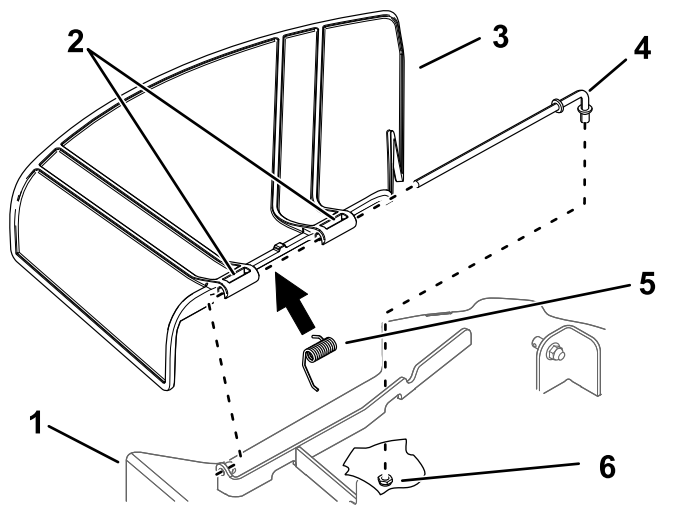

Figura 75
1. Togliete il dado ( $\frac{3}{8}$ ") dall'asta sottostante il tosaerba (Figura 75).
2. Estraete l'asta dal distanziatore corto, dalla molla e dal deflettore dell'erba (Figura 75).
4. Riposizionate il deflettore dell'erba (Figura 75).
7. Fate scorrere l'asta attraverso la seconda staffa del deflettore dell'erba (Figura 75).
9. Fissate l'estremità posteriore dell'asta nel tosaerba con un dado ( $\frac{3}{8}$ " ), come mostrato in (Figura 75).